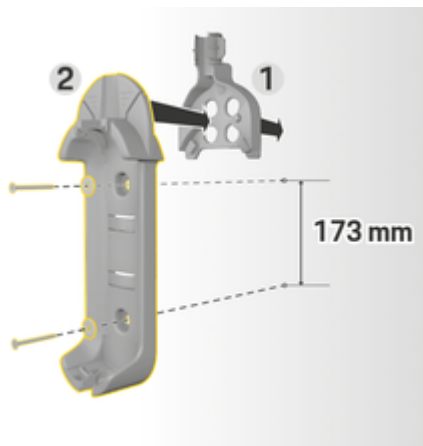

Fig. 72: foratura
3. Inserire la base del supporto a muro **2** (Fig. 72) dalla parte anteriore nel passacavo **1** (Fig. 72).